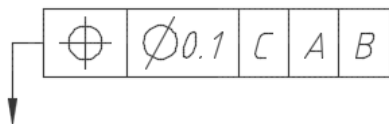

图 6-71 创建带引线的形位公差
6) 系统弹出“形位公差”对话框。利用该对话框创建所需形位公差的特征控制框。创建好的特征控制框将附着到引线的端点, 如图 6-71 所示。